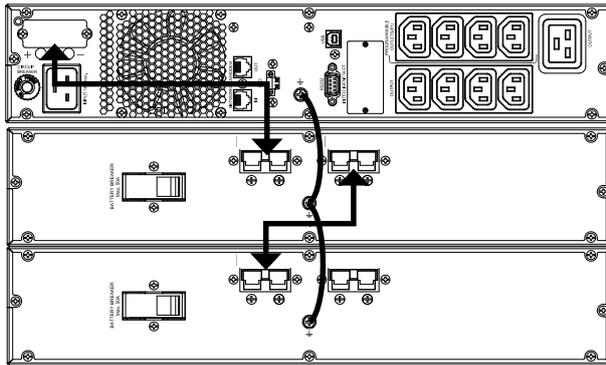

Abb. 9. Anschluss mit Batteriemodulen.
- Der Anschluss des Batteriemoduls mit der USV wird über einen Schlauch mit polarisierten Steckern an beiden Enden, der mit dem Batteriemodul mitgeliefert wird, durchgeführt. Den Stecker an einem Ende des Schlauchs in die jeweilige SPS.ADVANCE-Buchse und den Stecker des anderen Endes in die Buchse des Batteriemoduls stecken (siehe Abb. 9). Ebenso können die Batteriemodule parallel angeschlossen werden, da jedes Modul über zwei Stecker verfügt. Alle Stecker müssen mit den Schrauben an Ihrer Anlage befestigt werden, die die Schutzabdeckung jedes Steckers in der USV oder im Batteriemodul halten.
Das im Schlauch enthaltene Erdungskabel an den entsprechenden gekennzeichneten Stellen anschließen, sei es an einer Klemme oder an einer Schraube (siehe Abb. 9). Wenn der Anschluss Schlauch über ein Gitter verfügt, wird der Erdungsanschluss zwischen den Anlagen über diese verbunden, indem mithilfe des im vorherigen Punkt angegebenen Schrauben die Metallstützen der Stecker an der USV und an dem Batteriemodul oder an den Batteriemodulen befestigt werden.
- In der Abb. 9 wird der Anschluss eines Geräts mit 3 kVA in einer Anordnung Typ Rack mit zwei Batteriemodulen dargestellt. Für eine größere Anzahl so ähnlich wie in der Abbildung dargestellt vorgehen.